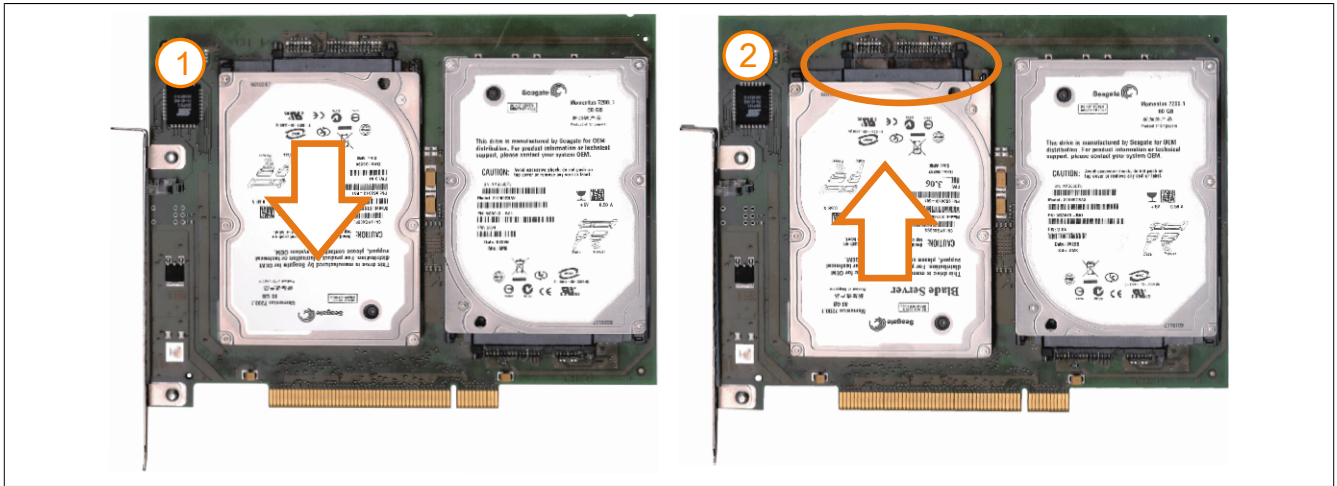

Abbildung 282: Hard Disk Tausch
6. Vorderseitig die Hard Disk nach unten hin wegschieben (Abb. 282: Hard Disk Tausch - linkes Bild).
7. Neue Hard Disk vorsichtig in die Steckverbindung (Abb. 282: Hard Disk Tausch - rechtes Bild) aufstecken und dabei die Hard Disk nur an der Stirnseite, nicht an der Oberseite, berühren.